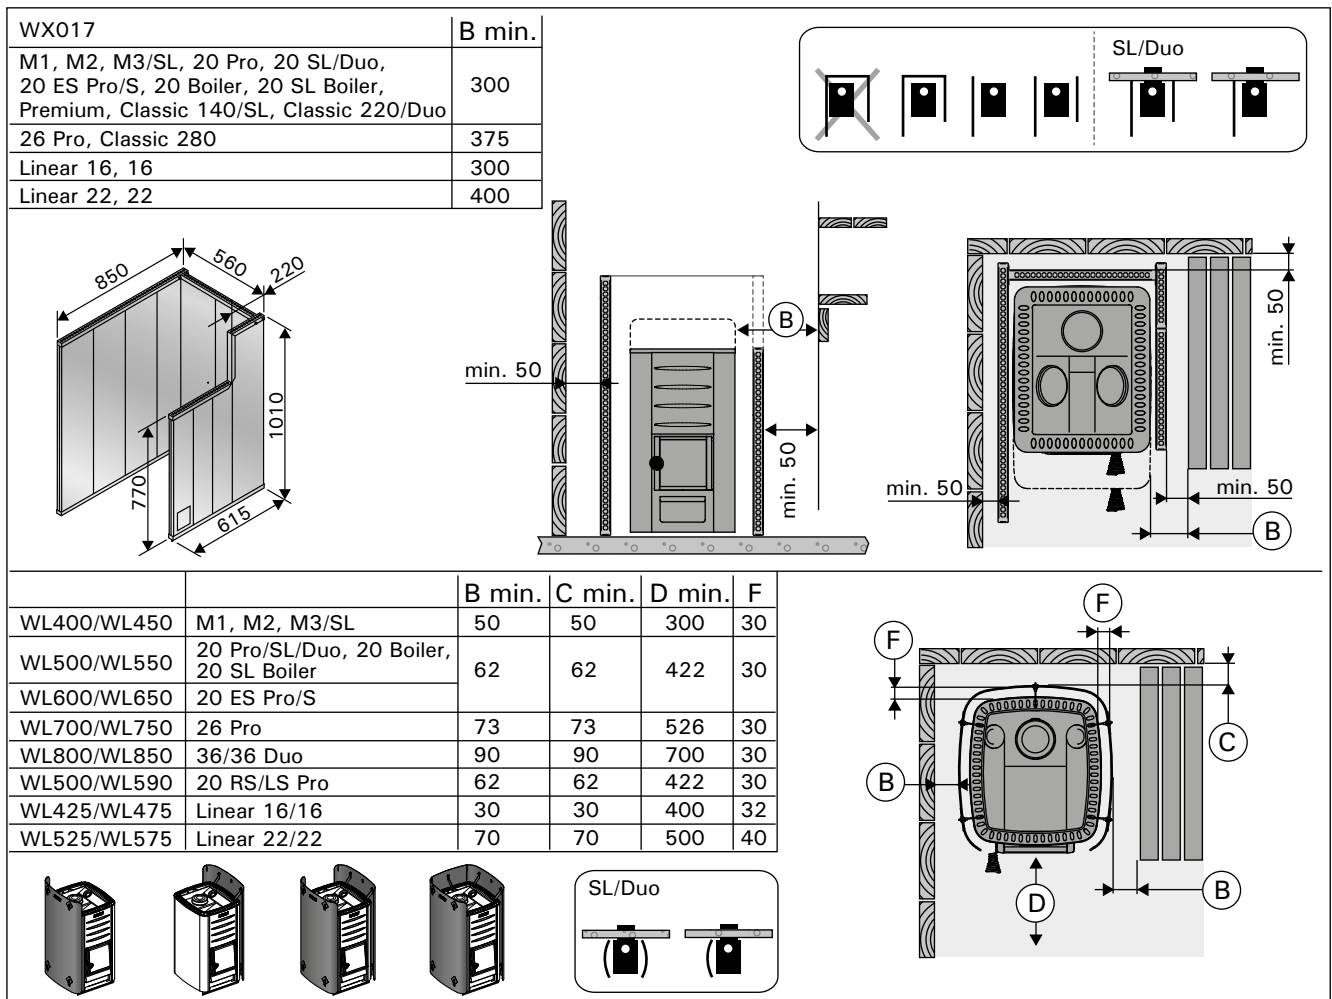

Рисунок 8. Безопасные расстояния с защитными ограждениями (все размеры приведены в миллиметрах)
- Д. Защитное ограждение Harvia WX017.** Рисунок 8.
- Е. Защитная обшивка WL400/WL450, WL500/WL550, WL600/WL650, WL700/WL750, WL800/WL850, WL590, WL425/WL475, WL525/WL575.** Рисунок 8.